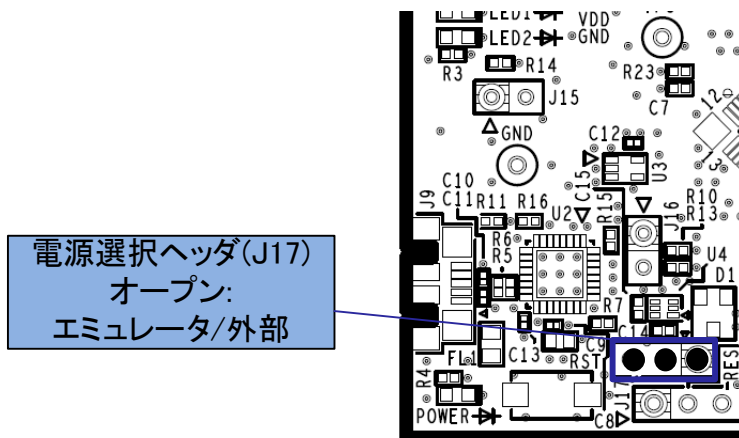

図 5-7: エミュレータ/外部電源使用時のヘッダ設定(部品面)
- ・ J17 オープン : エミュレータ/外部電源供給を選択。(図 5-7)